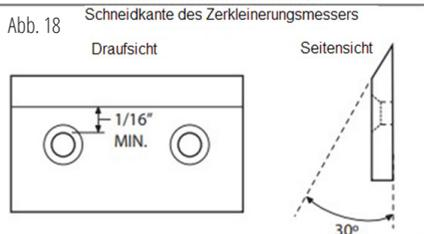

Abb. 18
5. Überprüfen Sie das Zerkleinerungsmesser, drehen Sie es um, schärfen Sie es oder ersetzen Sie es. SIEHE ABBILDUNG 18